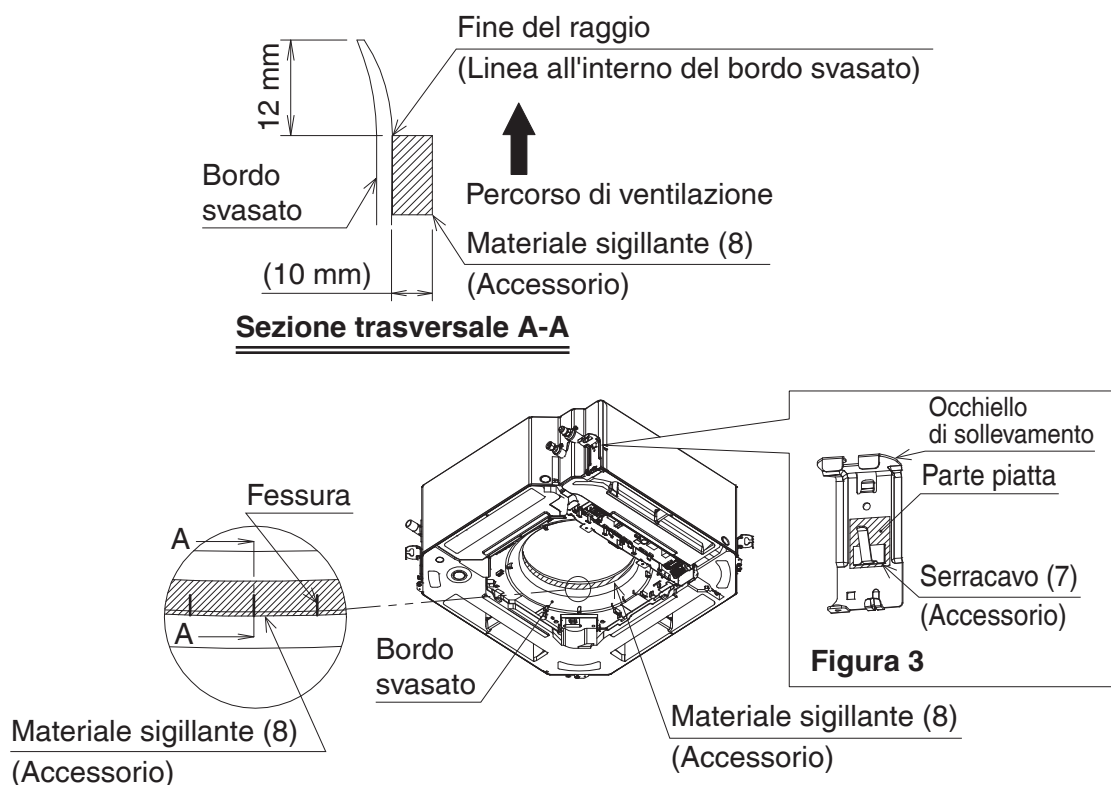

Figura 2
1. Pulire il bordo svasato dell'unità interna utilizzando un panno asciutto o simili. (Fare riferimento a **Figura 2**.)
2. Applicare il materiale sigillante (8) lungo l'estremità del raggio del bordo svasato (a 12 mm dalla sua punta) per tutto il perimetro, assicurandosi di non sovrapporre le estremità del materiale sigillante. Assicurarsi che le fessure nel materiale di tenuta (8) si trovino sul lato interno.